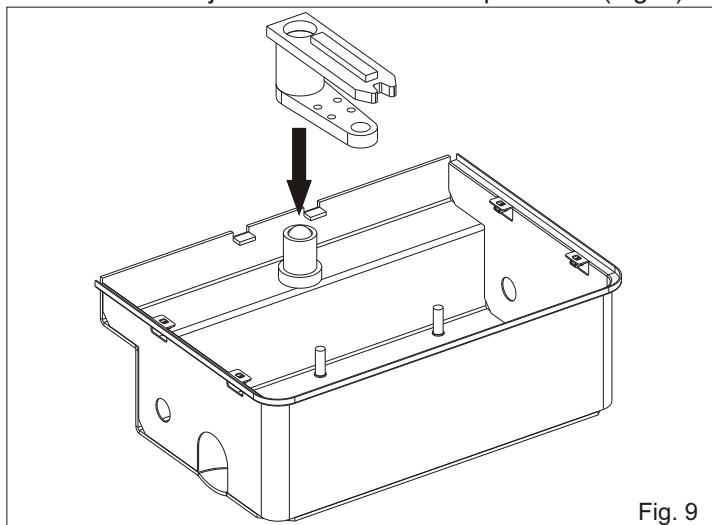
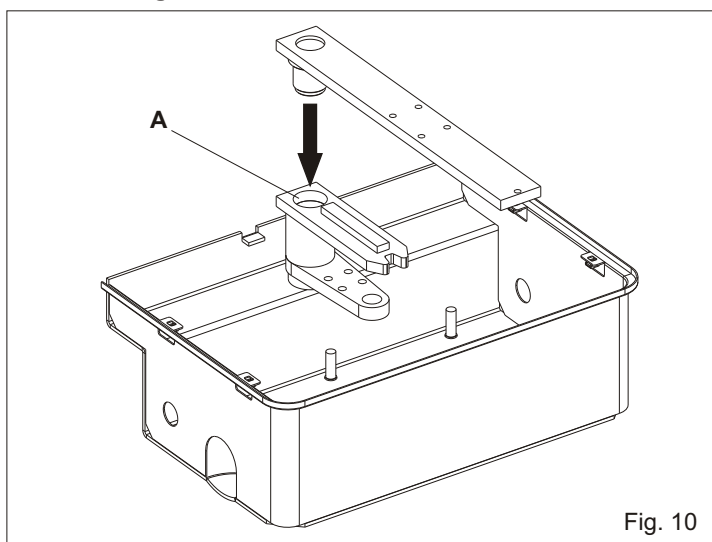

Fig. 9
Fig. 10
2.5. Insertar el conjunto manilla en el arbol perforado (Fig. 9)
2.6. Engrasar abundantemente el hueco A e insertar el conjunto hoja (Fig. 10)
N.B.: A insertar los conjuntos engrasar los mismos equipado con grasa (Fig.8, Fig.9, Fig.10).